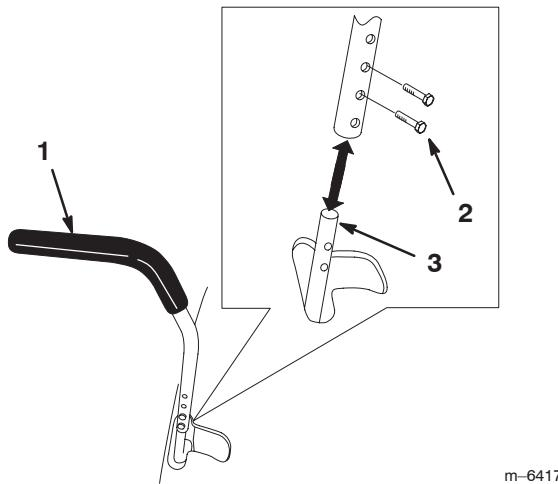

Figure 14
2. Introduisez les 2 boulons (1/4 x 3/4") à travers le levier de commande et l'axe (Fig. 14).